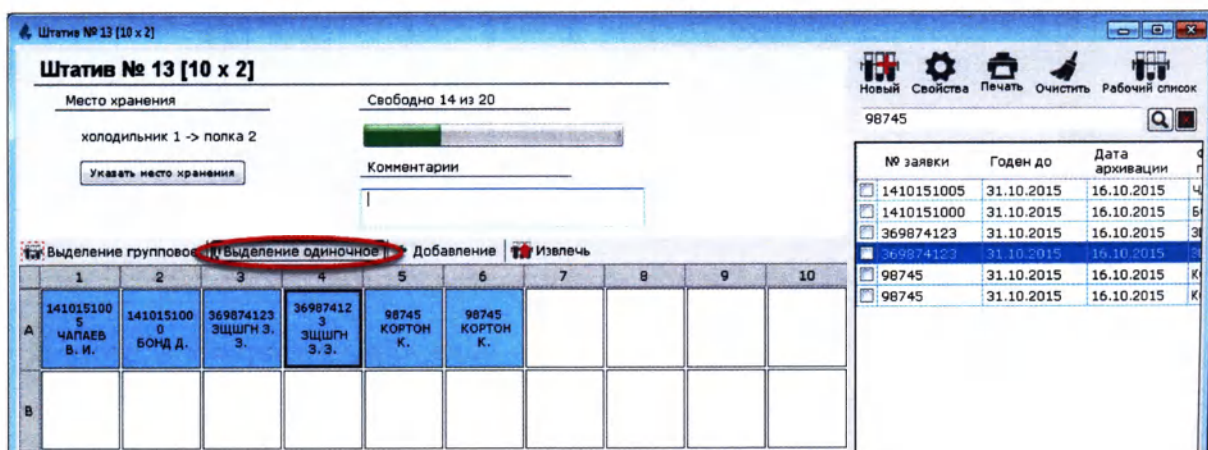

Рисунок 13.28
1. Нажмите кнопку **«Выделение одиночное»** (Рисунок 13.28):
1.	Нажмите кнопку «Выделение групповое» (Рисунок 13.28):